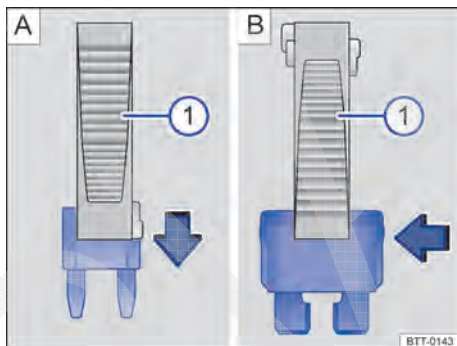

Fig. 220 Retirar ou colocar o fusível plano com o alicate de plástico: A: MINI, B: ATO.
- No caso de fusíveis planos, de acordo com o modelo do fusível, colocar as garras adequadas do alicate plástico ⇒ Fig. 220 A ① ou ⇒ Fig. 220 B ① sobre o fusível na direção da seta.
- Se o fusível estiver queimado, substituir o fusível por um novo da *mesma* intensidade (mesma cor e inscrição) e do *mesmo* tamanho ⇒ ①.